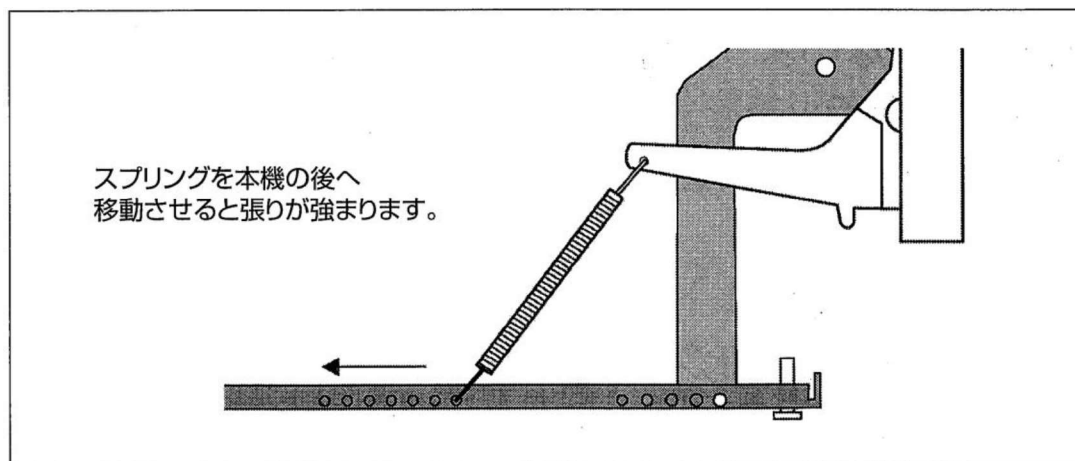

図 15
2. 必要であれば、スプリングの位置を後ろの穴にずらして張りを強くするか、前の穴にずらして張りを弱くして、ドアの重量バランスを取ります。(図 15 参照)